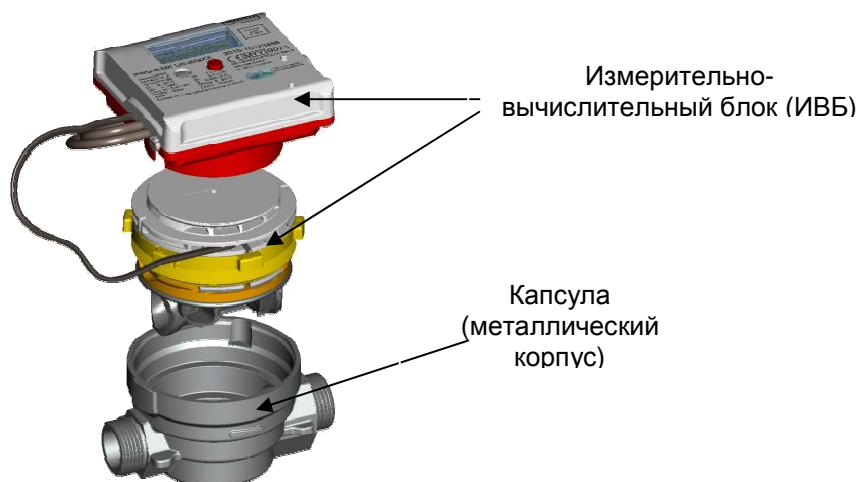

Рисунок 6 – Внешний вид капсульного счетчика CF-UltraMaXX МК.
7.7.1 Капсульная версия счетчика CF-UltraMaXX МК состоит из двух частей: измерительно-вычислительного блока (расходомер с вычислителем и термопарой в сборе) и капсулы (металлический корпус с резьбой для подключения к трубопроводу) (см. Рисунок 6).